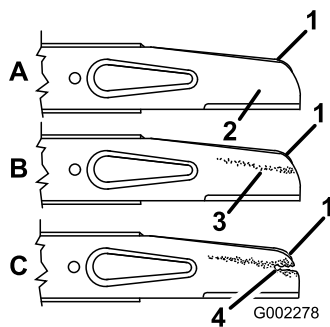

Figura 28
2. Retire las tuercas de la cuchilla, el acelerador y la cuchilla (Figura 28).